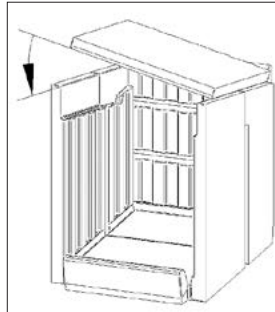

Abb. 5b
Die einzelnen Schamottsteine der Brennauskleidung sind entsprechend der Nummerierung, beginnend von (1), einzubauen. Die Rückwandschamotte (2a bis 2c) sind maßlich gleich, sodass diese nicht unterschieden werden müssen. Die Umlenkplatte (9) ist schräg in den Brennraum und bis oberhalb der Seitenwände einzuführen (s. Abb.5b). Dann muss die Umlenkplatte in dem Freiraum oberhalb der Seitensteine waagrecht gedreht werden und mittig auf die Seitensteine abgelegt werden. Wichtig hierbei ist, dass die Oberseite der Umlenkplatte die raue Oberseite hat und die hintere Fläche die entsprechenden Musterauskerbungen der Rückwandsteine aufweist. Die Umlenkplatte ist bis an den Rückwandschamott heran zu schieben.